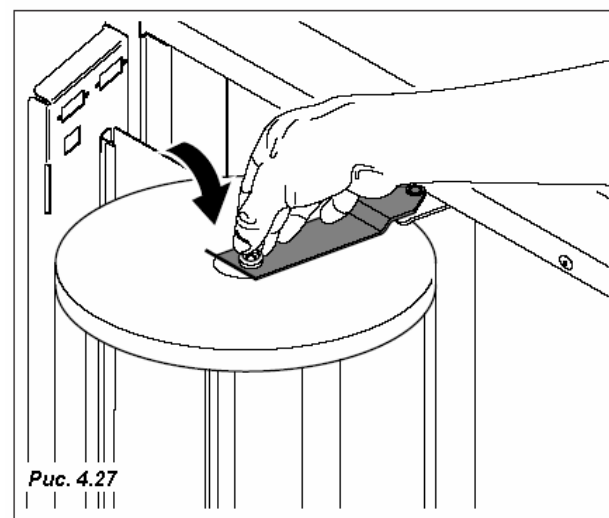

Рис. 4.27
- Установите фиксатор на место, закрепив стойку пружинным фиксатором (Рис. 4.27)